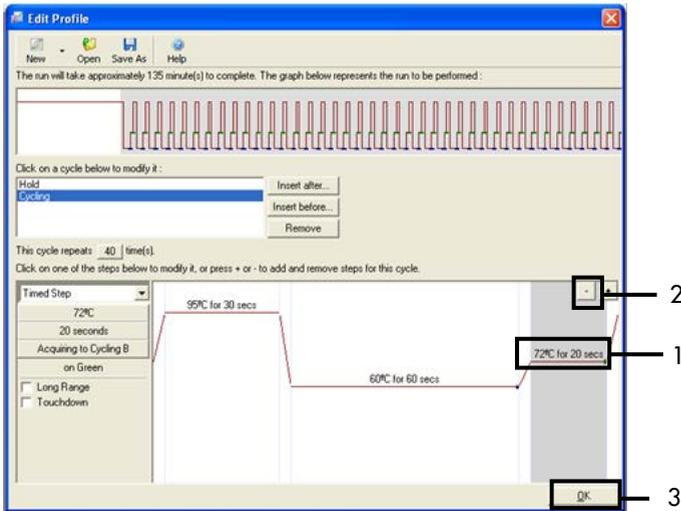

Abbildung 28. Entfernen des Verlängerungsschrittes. 1 = Dritter Schritt, 2 = „Delete“ (Löschen), 3 = „OK“.
11. Markieren Sie den dritten Schritt und löschen Sie diesen, indem Sie auf - klicken. Klicken Sie auf OK (Abbildung 28).